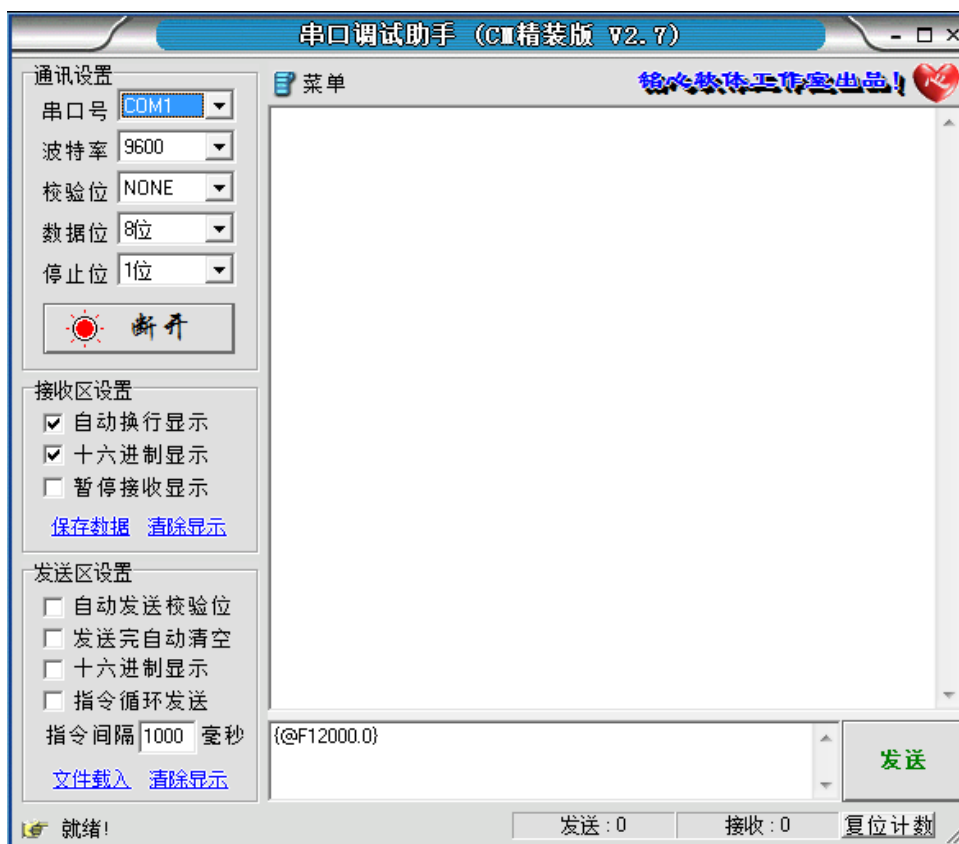

图 5-7 串口调试助手操作界面 2
(3) 通讯设置区域的参数设置完成后，点击“连接”按钮，如果串口打开成功，“连接”按钮会变为“断开”按钮，如图 5-7 所示：
(4) 串口连接成功后，在图 5-7 中下方编辑框中输入远控指令（具体指令格式请参见本说明书“远控命令”），然后点击右下角“发送”按钮，即可实现对变频装置的远控操作。